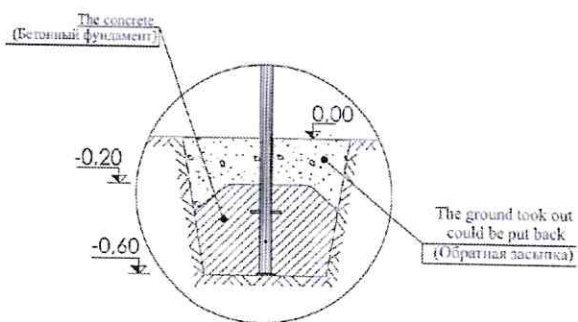

Рис. 4. Схема монтажа
13.7. Монтаж изделия производится согласно схеме рис. 4: